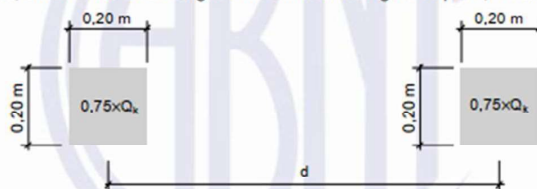

Figura 11 – Cargas concentradas para projeto de helipontos
- 2) carga uniformemente distribuída de $1,0 \text{ kN/m}^2$ em conjunto com um par de cargas concentradas conforme a Figura 11 e Tabela 16, posicionadas na área de pouso de forma a produzir os esforços solicitantes mais críticos para o dimensionamento;
Áreas de taxiamento e estacionamento de helicópteros devem ser projetadas para os mesmos casos 1) e 2) anteriores, substituindo-se as cargas concentradas da Figura 11 por $0,5 \times Q_k$.